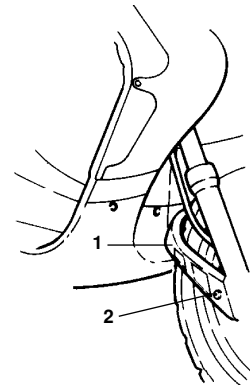

Fig. 30
- Die Schrauben (2) auf beiden Seiten abschrauben und den Spritzschutz (1 - Fig. 30) abmontieren.